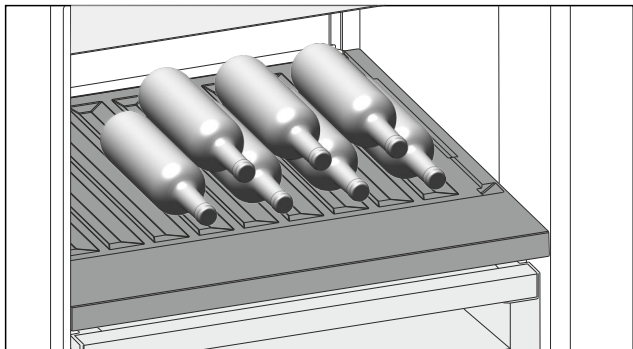

Fig. 118
- ▶ Steklenice vstavite z dnom proti zadnji steni aparata. (glejte Fig. 118)